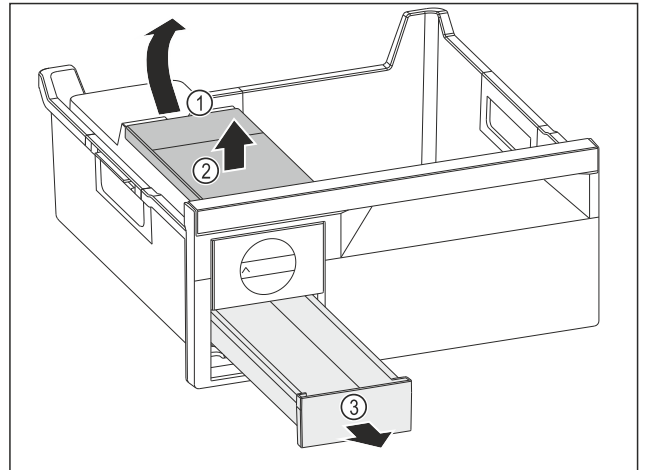

Fig. 85
- Wassertank entnehmen: Wassertank an der Aussparung Fig. 85 (1) anheben.
- Wassertank Fig. 85 (2) nach oben entnehmen.
- Eiswürfelschubfach Fig. 85 (3) nach vorne entnehmen.